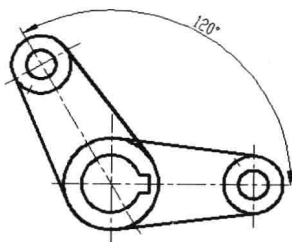

图 4-3-3
- (6) 在界面顶端，单击快速访问工具栏中的“放弃”按钮 ，取消对象的旋转操作。
- (7) 单击“旋转”按钮 ，选择要旋转的对象，按 Enter 键，捕捉并单击圆心作为基点。
- (8) 命令行提示“指定旋转角度，或 [复制 (C) / 参照 (R)] <0>”，输入“c”，按 Enter 键。
- (9) 命令行提示“指定旋转角度，或 [复制 (C) / 参照 (R)] <0>”，输入“120”，按 Enter 键，此时选择的对象保留在原来位置，为所选对象创建一个副本并旋转指定的角度 120 度，如图 4-3-3 所示。